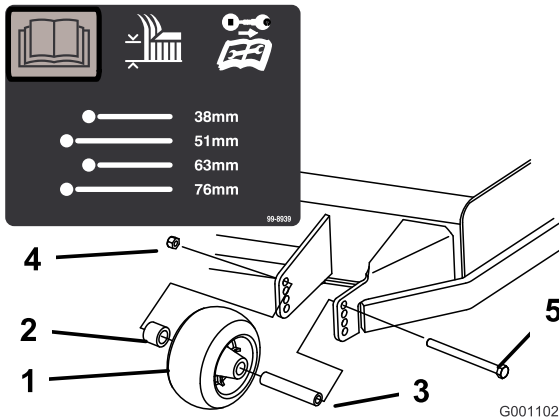
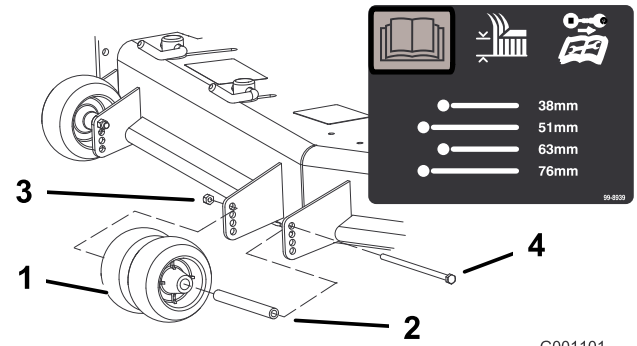
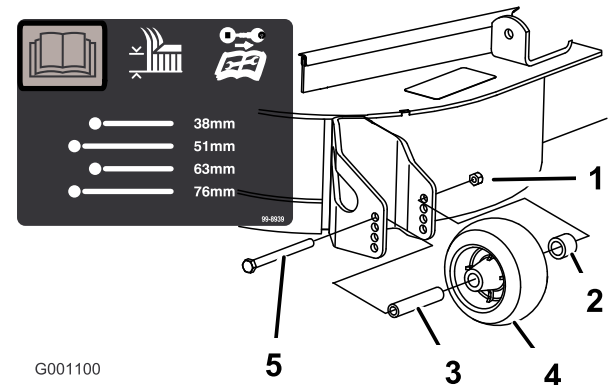

Figura 17
Figura 18
Figura 19
3. Después de ajustar la altura de corte, ajuste los rodillos retirando la tuerca con arandela prensada, el casquillo, el espaciador y el perno (Figura 17, Figura 18, y Figura 19).
Nota: Los dos rodillos centrales no tendrán espaciador (Figura 18).
5. Instale la tuerca con arandela prensada, el casquillo, el espaciador y el perno. Apriete a 54-61 Nm (Figura 17, Figura 18 y Figura 19).